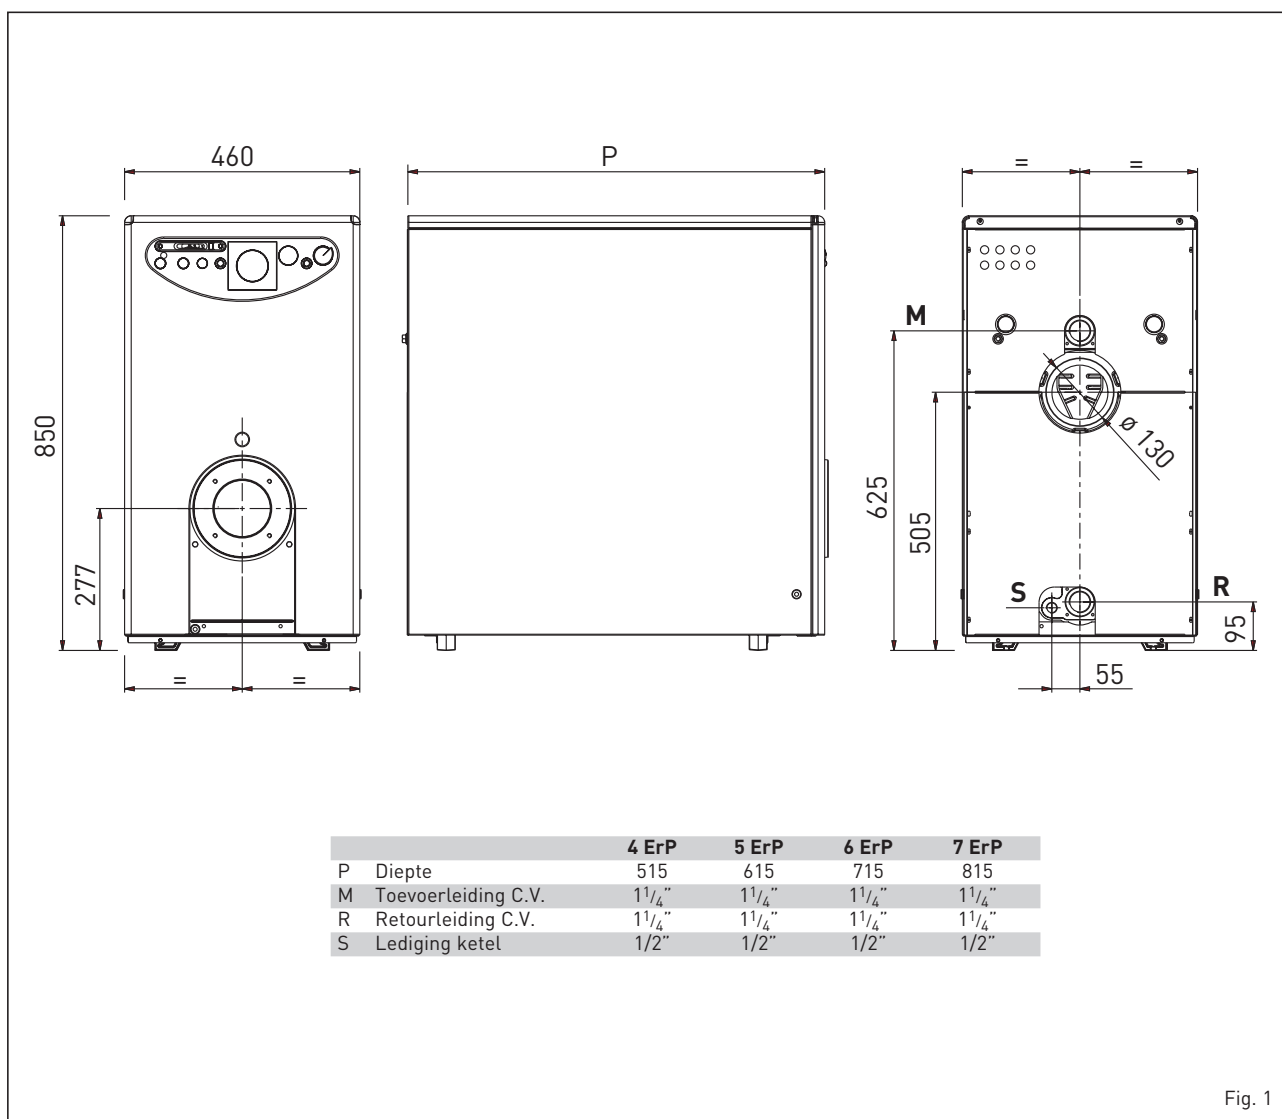

Fig. 1
1.2 UITWENDIGE AFMETINGEN (fig. 1)
1.2.1 Technische gegevens plaat (fig. 1/a)